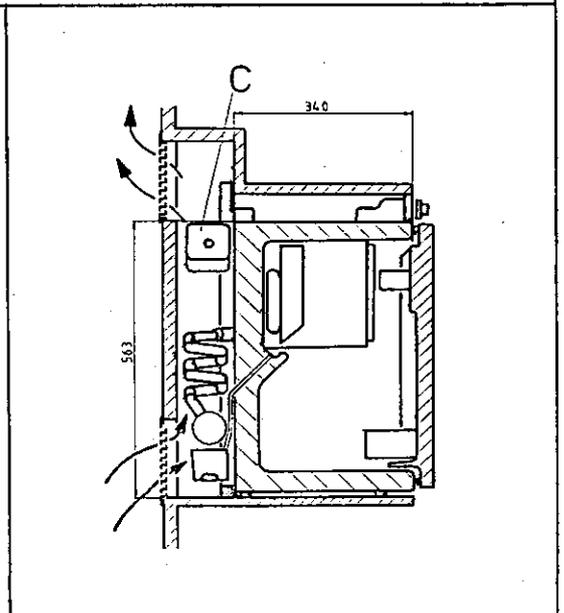

Fig. 10
Le groupe frigorifique est ventilé par l'intermédiaire de deux ouvertures percées dans la paroi de la caravane (voir figure 10), l'une en bas pour l'arrivée de l'air frais et l'autre en haut pour l'évacuation de l'air chaud.
Percez l'ouverture inférieure juste au-dessus du fond de l'emplacement et l'ouverture supérieure le plus haut possible au-dessus du condenseur (C) du groupe frigorifique, Fig. 10.
## Évacuation des gaz brûlés (Alt. I), Fig. 10.
Le conduit de ventilation à la partie arrière de la niche est délimité par la paroi de la caravane et le dos du réfrigérateur, voir fig. 10. Il doit être hermétiquement isolé de l'intérieur de la caravane. Ni les gaz de combustion ni l'air de ventilation prélevé à l'extérieur à travers la paroi ne doivent pouvoir pénétrer à l'intérieur de la caravane.